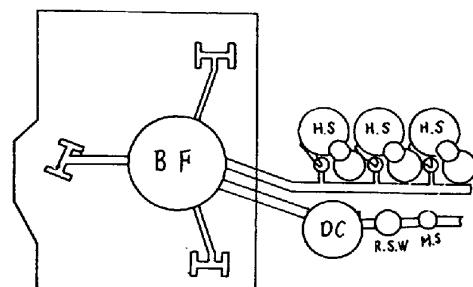

図1. レイアウト
- (1) 出銚口3本を各自独立とし、出銚回数増を可能にした。(図1)
- (2) 全縫をロック化した。スキンマー部迄は2分割とし 50t クレーン(補巻 10T)にて取替る。
- (3) 倾注縫を6ヶ設置し、縫長さの減少をはかった。
- (4) 出銚口上移動作業床を設け、羽口取替、重油吹込みの作業改善をはかった。